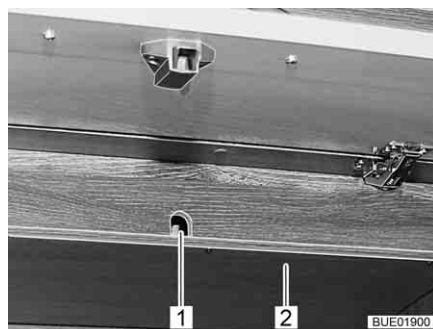

Bild 177 Lucka på hängskåp
- Ta bort skyddet (Bild 177,2) under åtkomstöppningen (Bild 177,1) för veven.